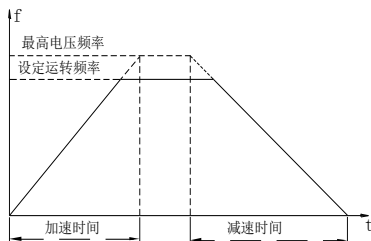

图 9
1) 加速时间是从 0 速上升至最高电压频率所需的时间；减速时间是从最高电压频率下降至 0 速所需的时间，见图 9。